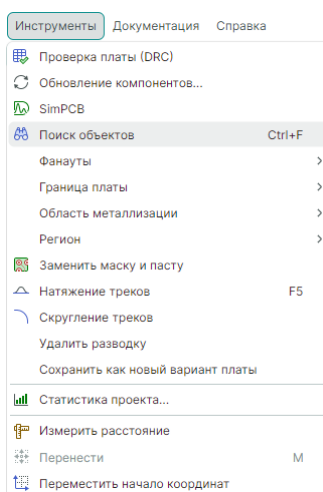

Рис. 133 Вызов инструмента «Поиск объектов»
1. Откройте плату проекта в редакторе и вызовите панель «Поиск объектов». Вызов панели доступен из главного меню «Инструменты», см. Рис. 133.